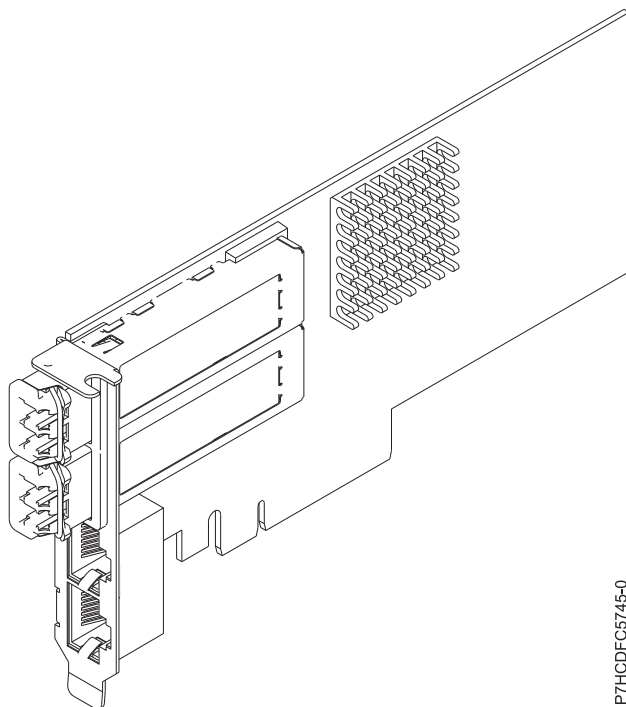

図 45. FC EL38 アダプター
この 4 ポート付きアダプターは、2 個の 10 Gb FCoE SR スモール・フォーム・ファクター・プラグ可能 (SFP+) ポートおよび 2 個の 1 Gb RJ45 イーサネット・ポートを提供します。2 個の 10 Gb FCoE ポートは、リトル・コネクタ (LC) タイプのコネクタによって接続されます。各 FCoE ポートは公称データ速度 10 Gbps (G ビット/秒) のイーサネット接続を提供します。各 1 Gb ポートは、データ速度 1 Gbps でイーサネット接続を提供し、イーサネット・ケーブルによって接続されます。10 Mb データ速度はサポートされません。147 ページの図 45 は、FC EL38 アダプターを示しています。